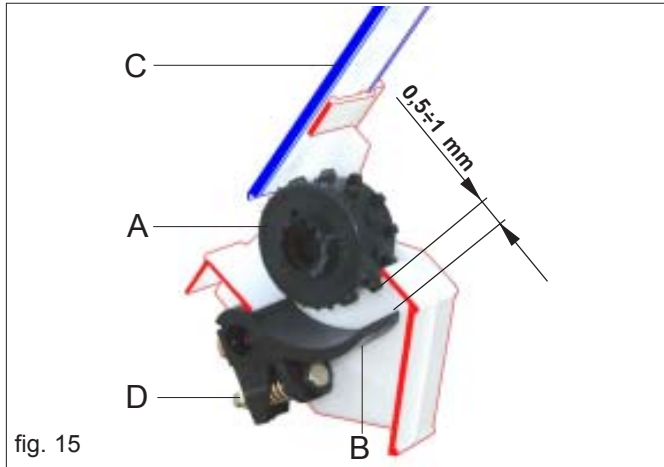
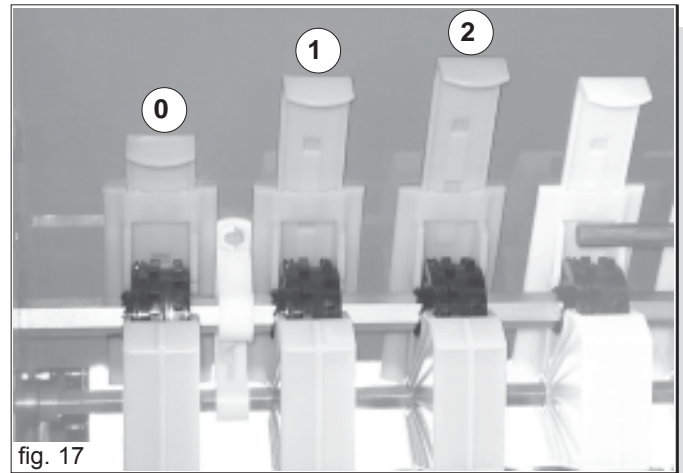

fig. 15
fig. 17
Befinden sich die Abtaster (B Abb. 15) in der richtigen Position, so gewährleisten Sie eine kontinuierliche und konstante Verteilung des Saatguts.
Für eine optimale Saatgutausstreuung ist regelmäßig die Position der Abtaster (B) zu kontrollieren: der Abstand zwischen dem Taster und der Särolle (A) wird durch eine Mutter (D) bis $0,5 \pm 1$ mm (Abb. 15).
Je nach Saatgut muß vor der Aussaat der geeignetste Särollentyp (A Abb. 15) gewählt werden. Die Maschine ist mit Rollen für kleine, mittelgroße und große Samen ausgestattet. Die Säapparaturrolle wird unter Beachtung der in der Tabelle 4 (Seite 62) aufgeführten Anleitungen ausgewählt. Zur Auswahl der Rolle mit kleinen Zähnen muß der mitgelieferte Schlüssel (Abb. 16) in das Loch auf der linken Seite der Rolle eingesetzt werden und die Schubsperrung muß nach außen gedrückt werden.
Die blätter zum Verschluss (C Fig. 15) der Samenausgangsstützen des Trichters haben **drei Einstell-positionen** (Abb. 17).
Die Aussaattiefe wird mit einer Kurbel gleichzeitig für alle Scharren eingestellt. Beim Drehen dieser Kurbel (Abb. 17) im Uhrzeigerrichtung üben die Scharren mittels der Zugfedern einen größeren Druck auf den Boden aus und das Saatgut fällt automatisch tiefer in den Boden.